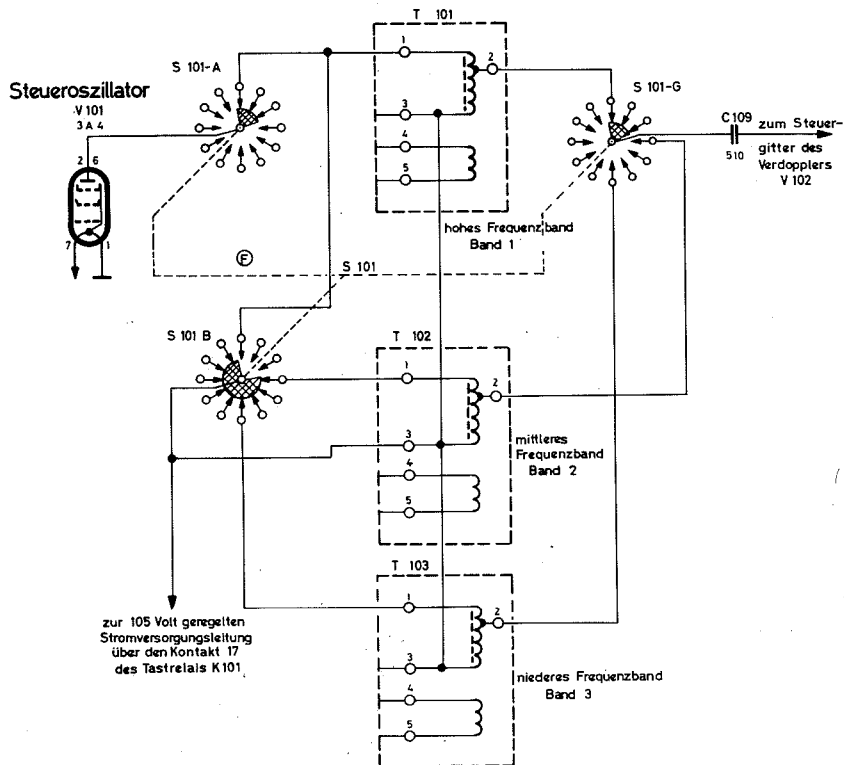

Bild 66 Schalterebenen S 101 A und B des Steueroszillators
1. Schalter S 101 A (Bild 66). Schalterteil A des Schalters S 101 bestimmt, welcher der drei Anodenkreise eingeschaltet wird. Schalter F am Sender ist auf Band 1 zu stellen. Schalter S 101 A führt den Anodenstrom der Röhre V 101 auf die größere Spule im HF-Transformator T 101 und ist in Bild 66 dargestellt durch stark ausgezogene Linien.
2. Schalter S 101 B (Bild 66). Das Schalterteil B des Schalters S 101 schließt die anderen nicht benutzten Anodenspulen kurz, um gegenseitiges Beeinflussen durch andere Spulen zu verhindern.
7. Schalter S 101 G (Bild 66). Das Schalterteil G des Schalters S 101 führt die Oszillatorspannung, die von der eingeschalteten Anodenspule kommt, über den Kondensator C 101 auf das Steuergitter des Frequenzverdopplers V 102.